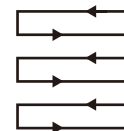

Fig. 20
5. Tondez en faisant des lignes qui se chevauchent légèrement. Le schéma de tonte de pelouses le plus efficace consiste à réaliser des lignes droites le long d'un des côtés. Cela permet d'obtenir des lignes uniformes et de s'assurer que la pelouse est tonduée en intégralité (Fig. 20).
8. Videz régulièrement le bac de ramassage (16).